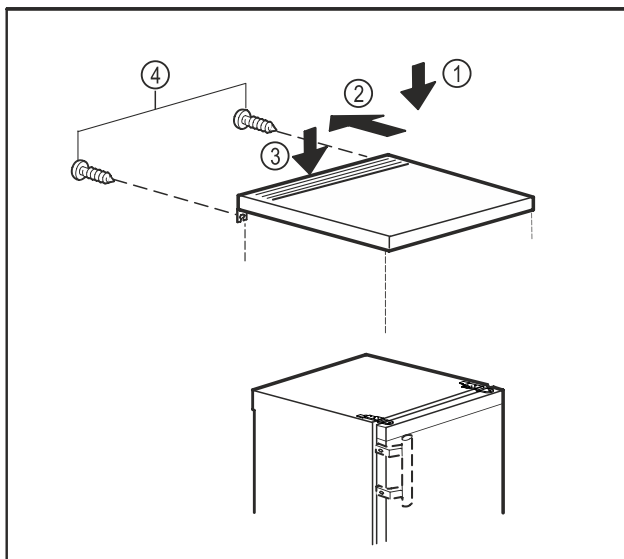

Fig. 10
- ▶ Ułożyć płytę stołu na urządzeniu. Fig. 10 (1)
- ▶ Przesunąć płytę stołu do tyłu. Fig. 10 (2)
- ▶ Docisnąć płytę stołu z tyłu do dołu. Fig. 10 (3)
- ▶ Dokręcić śruby na ścianie tylnej. Fig. 10 (4)